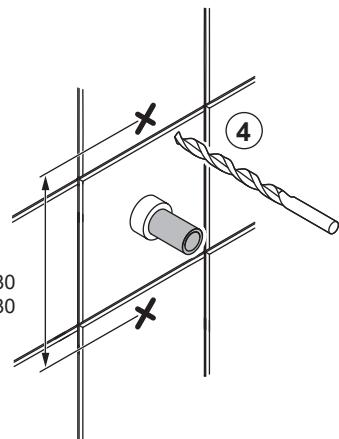

Fig. 1
Alla infästningar med skruv genom tätskikt ska tätas, se "Fig. 1" eller "Fig. 2". Material för tätnings ska fästa mot underlaget och vara vattenbeständig, mögelresistent och åldersbeständigt.
- The screw mountings where the bath or shower will be installed should be of a sturdy design, for instance made of concrete, wooden studs, wooden nogging pieces or a design that has been tested and approved for mounting. If mountings are fitted with screws through the moisture barrier, the holes must be sealed. See "Fig. 1" or "Fig. 2". The sealant material must attach firmly to the underlying surface and be water-resistant, mould-resistant and non-ageing.
4. Skruinfestinger på steder for bad eller dusj skal gjøres i betong eller annen massiv konstruksjon, trebjelker, tresrendere eller i konstruksjon som er testet og godkjent for innfesting. Alle innfestinger med skru gjennom tettesjikt skal tettes, se "Fig. 1" eller "Fig. 2". Materialer for tetting skal feste mot underlaget og være vannbestandig, muggresistent og aldersbestandig.